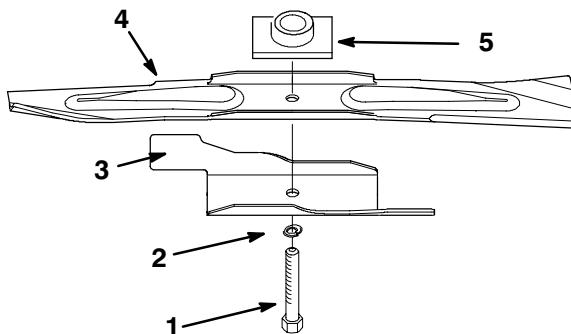

Figure 22
2. Déposer le boulon de lame, la rondelle-frein, l'accélérateur de lame et la lame (Fig. 22).
- Mettre la lame en place sur l'axe et le porte-lame. Les extrémités incurvées (ailerons) doivent être tournées vers le carter de tondeuse, et le porte-lame doit se loger dans le creux de la lame (Fig. 22).
- Monter l'accélérateur de lame, la rondelle-frein et le boulon de lame (Fig. 22).